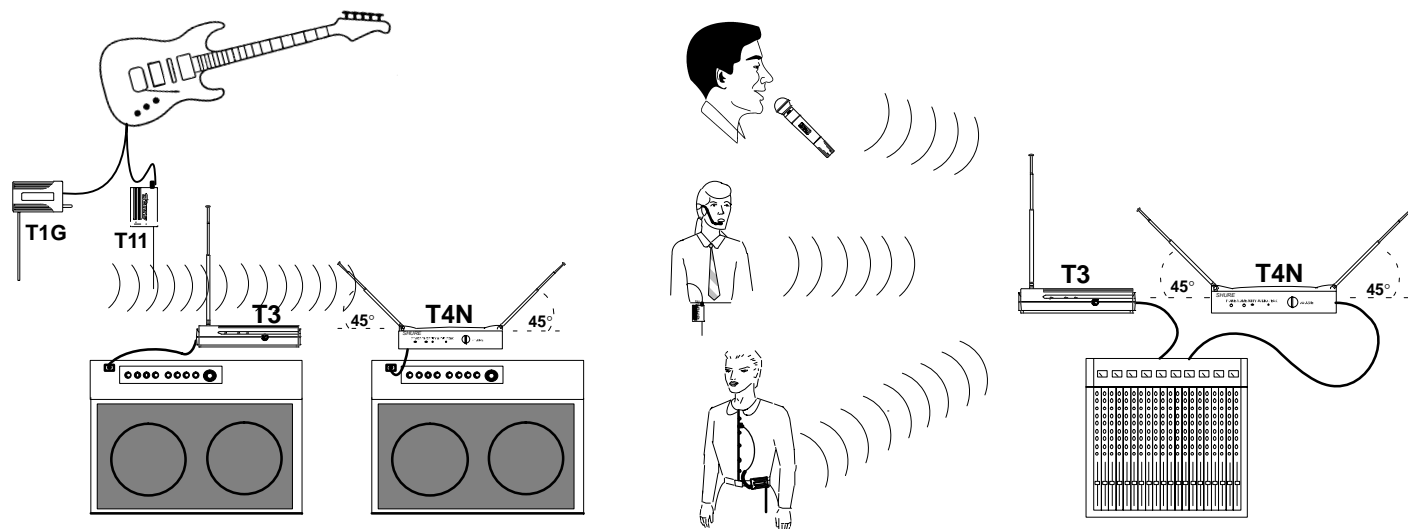

FIGURE 8. FONCTIONNEMENT DU SYSTÈME SANS FIL
2. Connecter la sortie du récepteur. **The Guitarist** : brancher un câble de guitare standard (deux fournis) dans le connecteur de sortie du récepteur. Brancher l'autre extrémité dans un amplificateur de guitare, comme illustré à la figure 8. **The Headset, Vocalist, Presenter ou Bodypack** : utiliser un câble à jack de 1/4 de pouce (**T3, T4N**) ou un connecteur type XLR femelle (**T4N**) pour raccorder le récepteur à l'entrée niveau micro d'une table de mélange ou d'un système de sonorisation extérieure, comme illustré à la figure 8.
3. Déployer la ou les antennes. **T3** : l'antenne doit être complètement déployée et verticale, comme illustré à la figure 8. **T4N** : les antennes doivent être complètement déployées et orientées à l'écart l'une de l'autre et à 45° de la verticale, comme illustré à la figure 8.